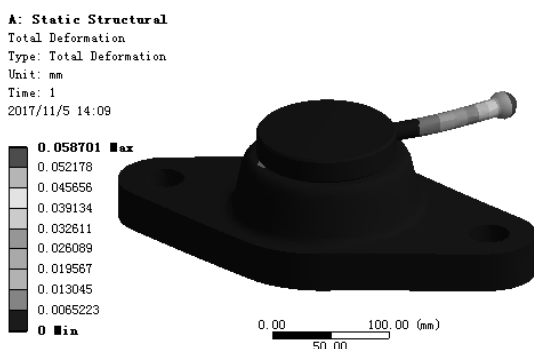

图 7.6.46 位移变形结果图解
(3) 查看位移结果图解。在“Outline”窗口中选中  **Total Deformation**，查看图 7.6.46 所示的位移变形结果，其最大位移为 0.058701mm。